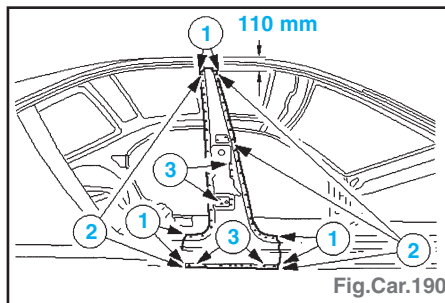

Fig.Car.190
- Tôle extérieure de montant B (Fig.Car.190) :
- ligne de coupe préalable (1),
- fraiser les points de soudure (2),
- fraiser les points de soudure par le bas (3).